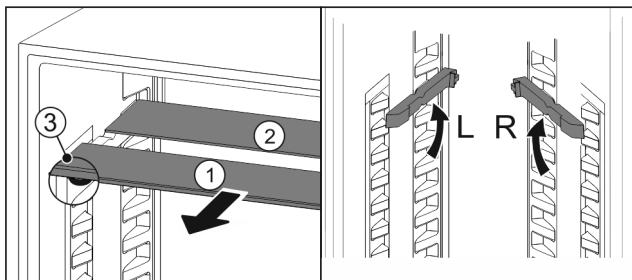

Fig. 67
- ▶ Wyciągnąć Fig. 67 (1) pojedynczo półkę szklane do przodu.
- ▷ Płyta szklana Fig. 67 (1) z listwą ozdobną znajduje się z przodu.
- ▷ Stopery Fig. 67 (3) wskazują w dół. Urządzenia z komorą zamrażalnika*